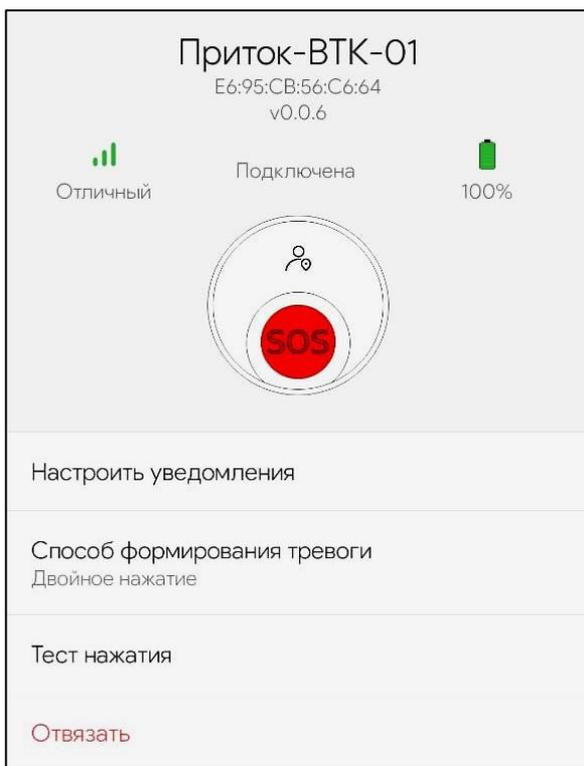

Рисунок 3
3.1.7 После успешной привязки и подключения изделия к мобильному устройству в интерфейсе мобильного приложения появится информация о статусе подключения, уровне сигнала, состоянии элемента питания, MAC-адресе и версии ПО изделия (см. рисунок. 3).